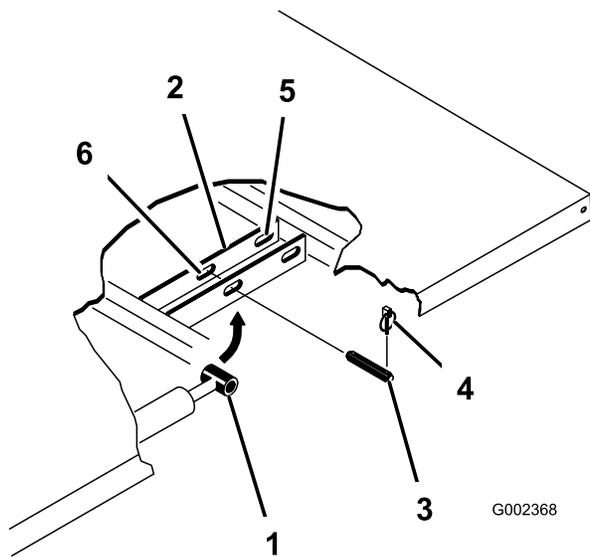

Figura 30
2. Retire los pasadores de seguridad de los extremos exteriores de los pasadores de las varillas de los cilindros (Figura 30).
3. Retire los pasadores que fijan los extremos de las varillas de los cilindros a las chapas de montaje de la plataforma empujando los pasadores hacia dentro (Figura 30).
4. Retire los pasadores de seguridad y los pasadores que fijan las placas de giro al bastidor (Figura 30).